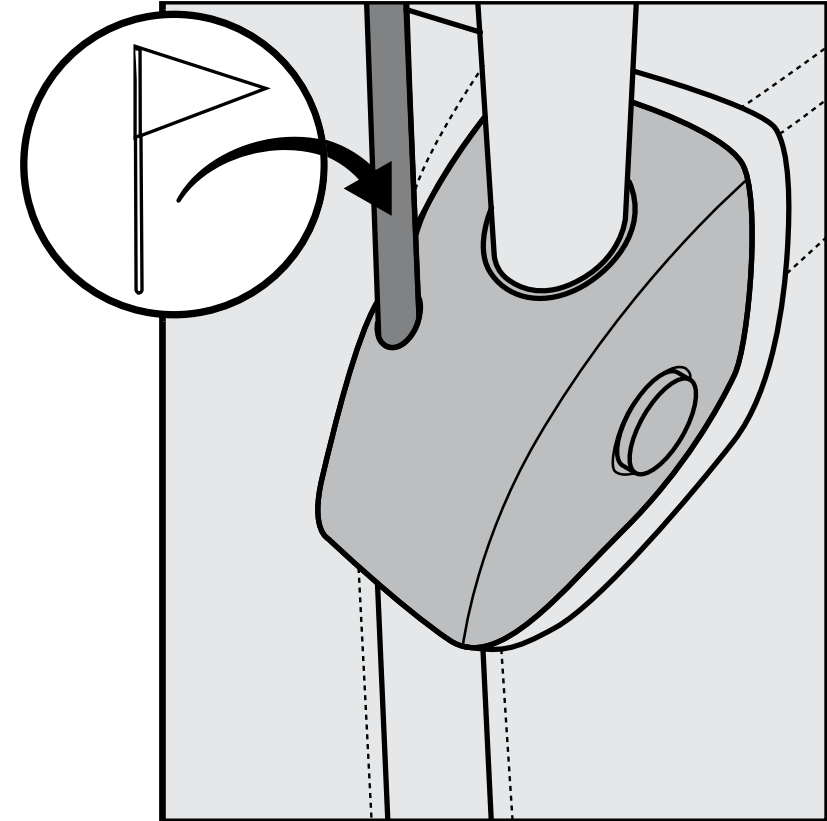

Figure 23
1. Insérez le drapeau dans le tube de fixation du drapeau au niveau de chaque récepteur du guidon. Assurez-vous que le drapeau est inséré complètement. (Figure 23)